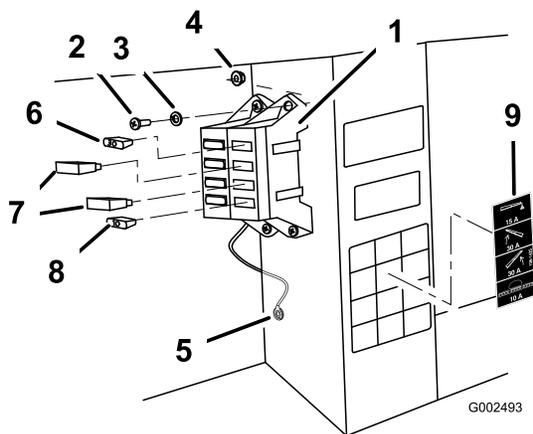

Figure 8
5. Connectez le fil de masse noir au boulon de 1/4 pouce à l'intérieur du châssis du véhicule au moyen de la rondelle en étoile (Figure 8).
7. Montez le porte-fusibles et le faisceau sur le châssis à côté du porte-fusibles existant, à l'aide des deux vis (N° 10-24 x 3/4") et deux contre-écrous (N° 10-24), comme illustré à la Figure 8.
- Montez le fusible 30 A dans les emplacements des fusibles de levage de rampes droite et gauche (Figure 8).
- Montez le fusible de 10 A dans l'emplacement du fusible d'alimentation du système de pulvérisation (Figure 8).